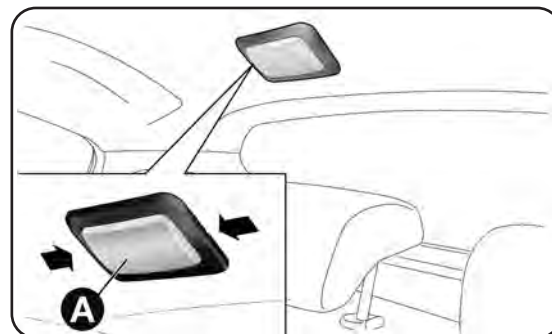
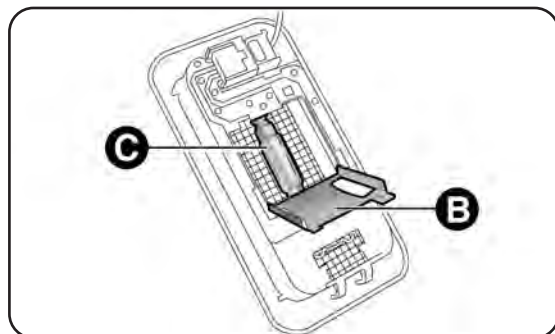

fig. 143
fig. 144
- rimuovi la plafoniera A-fig. 143 agendo nei punti indicati dalle frecce;
- apri lo sportellino di protezione B-fig. 144, sostituisci la lampada C svincolandola dai contatti laterali. Accertati poi che la nuova lampada risulti correttamente bloccata tra i contatti stessi;
- richiudi lo sportellino di protezione B-fig. 144 e fissa la plafoniera A-fig. 143 nella sua sede accertandoti dell'avvenuto bloccaggio.